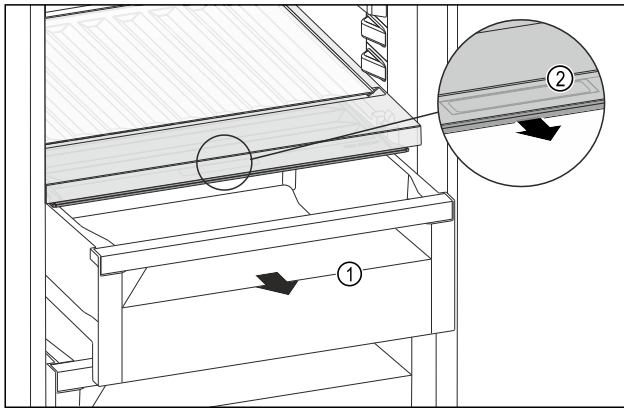

Fig. 120
- ▶ Schubfach Fig. 120 (1) herausziehen.
- ▶ Griffmulde Fig. 120 (2) am Fachdeckel anfassen und Fachdeckel gleichzeitig nach vorne ziehen.